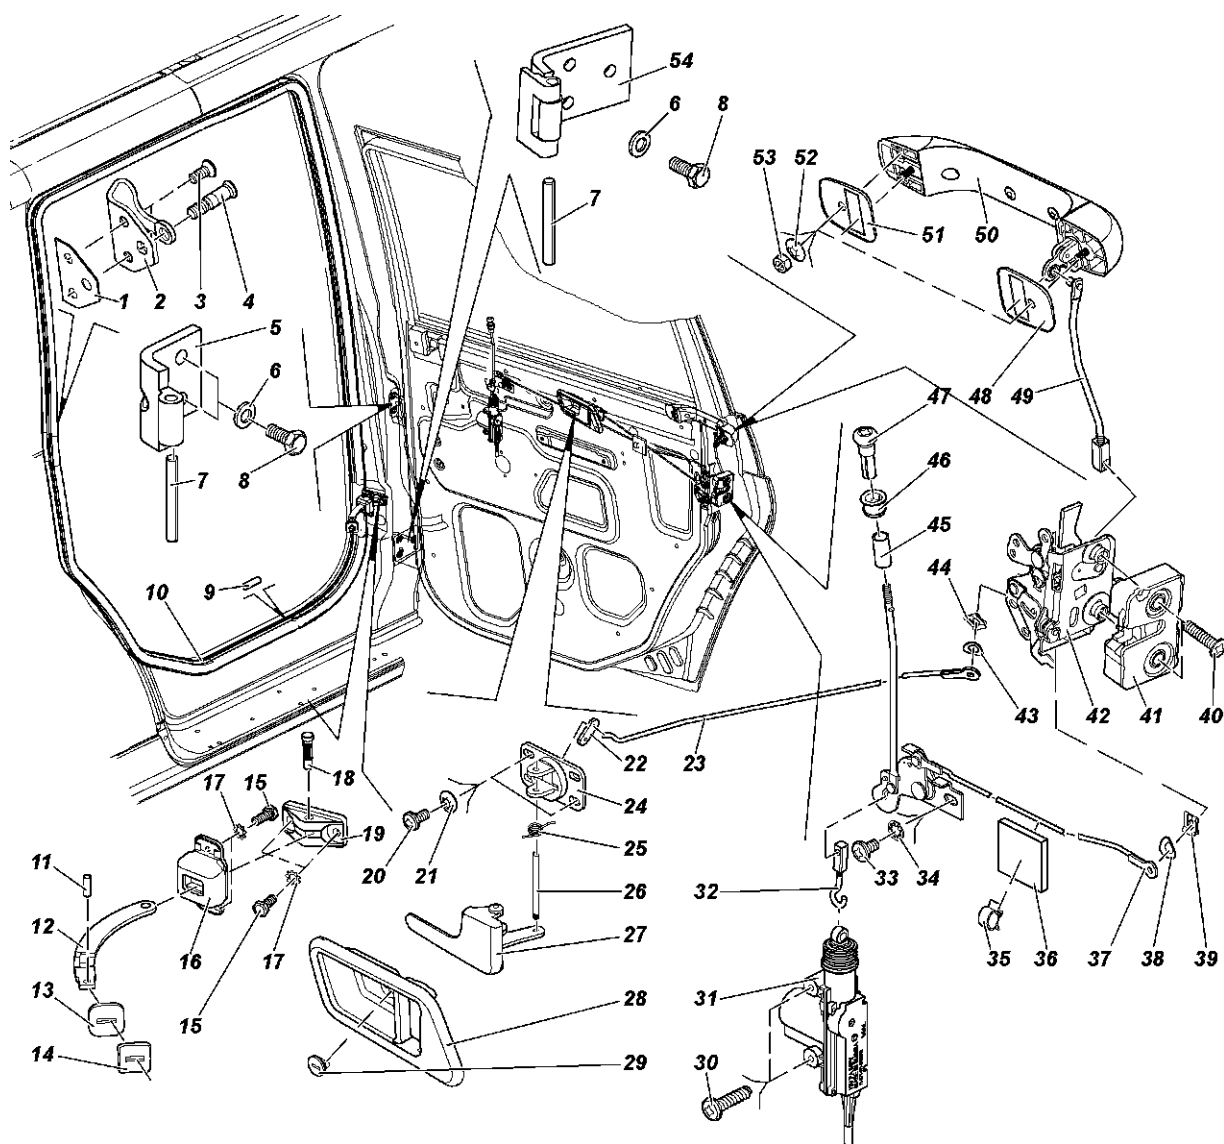

Рис. 15.29. Навеска задней двери, замок, ручки:
2. При необходимости выньте направляющую 46 (рис. 15.29) кнопки 47 из обивки двери.
Снятие и установку ограничителей открывания задней двери (см. рис. 15.29) и двери задка (см. рис. 15.28) производите аналогично.